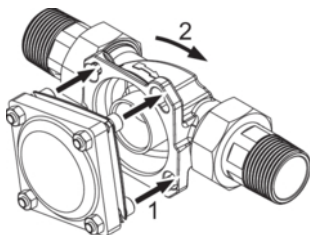

Abb. 5: Schrauben durchföhren und einrasten
4. Das Gerät an den geräteseitigen Flansch („G“) des eingebauten Umgehungsventils ansetzen und die Schraubenköpfe durch die Bajonettbohrungen des Umgehungsventils führen (Befestigungsprinzip siehe Abbildung 5).